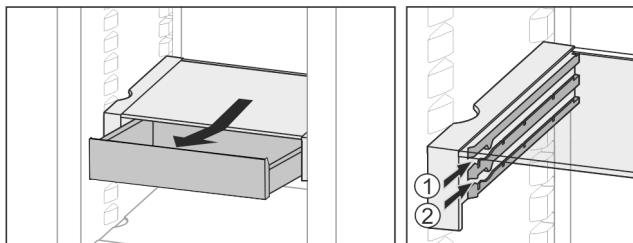

Fig. 26
- Вкарайте го на височина по избор Fig. 26 (1) или Fig. 26 (2).